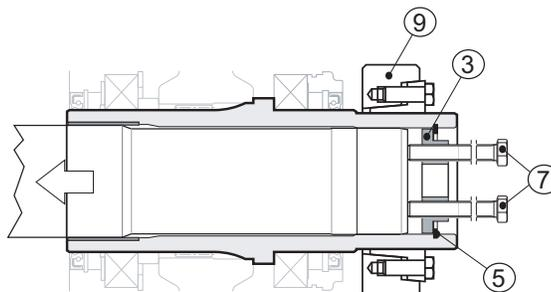

Fig. 26
Inserire nei due fori filettati presenti sul fondello (pos. 3) n° 2 viti (pos. 7), avvitarle fino ad appoggiarle all'albero della macchina (pos. 1), quindi continuare ad avvitarle in modo alternato, facendo al massimo un giro per volta (vedi Fig. 26 (pag. 30)).